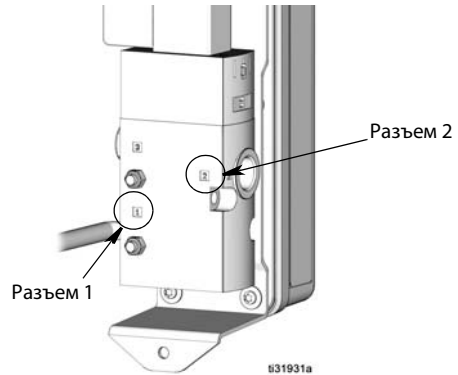

Рис. 32
6. Нанесите герметик для резьбовых соединений на резьбы фитингов. Подсоедините линию подачи воздуха к порту 1 (Рис. 32).
7. Нанесите герметик для резьбовых соединений на резьбы фитингов. Подключите линию, которая идет на впуск воздуха насоса, к порту 2 (Рис. 32).